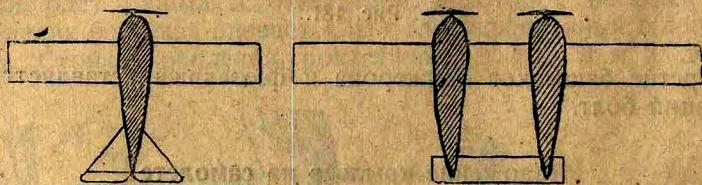

Рис. 133.
- 1) однофюзеляжный (рис. 133, фиг. 1);
- 2) двухфюзеляжный (рис. 133, фиг. 2);